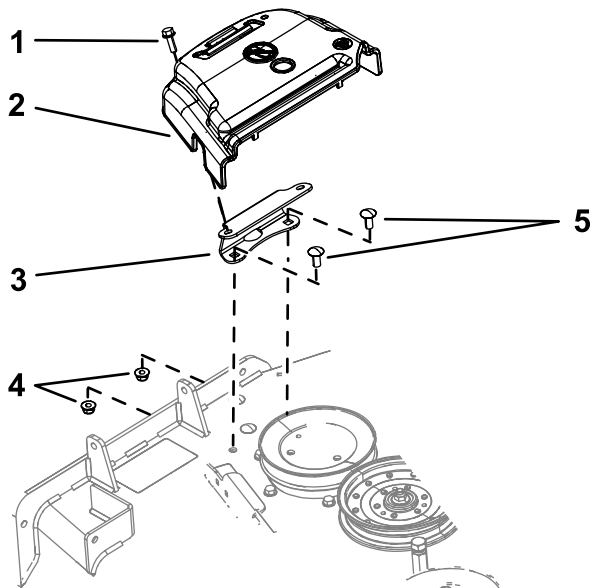

Figura 2
1. Ruotate il bullone che fissa il copricinghia al piatto in senso antiorario per allentarlo (Figura 2).
2. Rimuovete il bullone e il copricinghia OEM dalla staffa di montaggio (Figura 2).
1. Rimuovete i 2 bulloni e i 2 dadi flangiati che fissano la staffa di montaggio del copricinghia alla scocca (Figura 2).